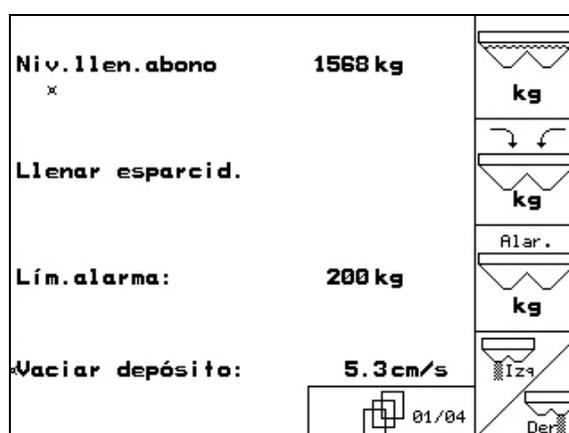

Fig. 50
- En el menú Datos de la máquina, página uno  (Fig. 50).
Confirmar la dosis de abono añadida (Fig. 50).